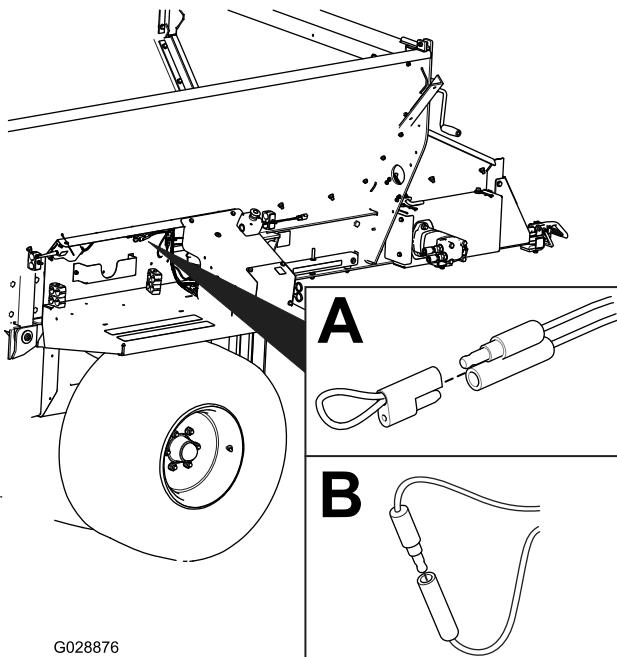

Figura 32
2. Retire a tampa dentada dos dois conectores de diagnóstico do shunt (Figura 32, A).
3. Ligue os conectores de diagnóstico do shunt em conjunto (Figura 32, B).
2. Deslique os conectores de diagnóstico do shunt (Figura 32, B).
3. Empurre a tampa dentada para os 2 conectores de diagnóstico do shunt (Figura 32, A).